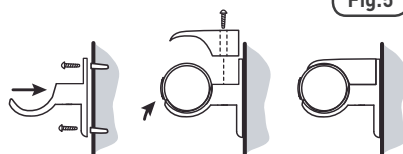

Fig.5
- Una vez encontrado un lugar adecuado, atornillar las dos mitades inferiores de la abrazadera en la pared [Fig.5]